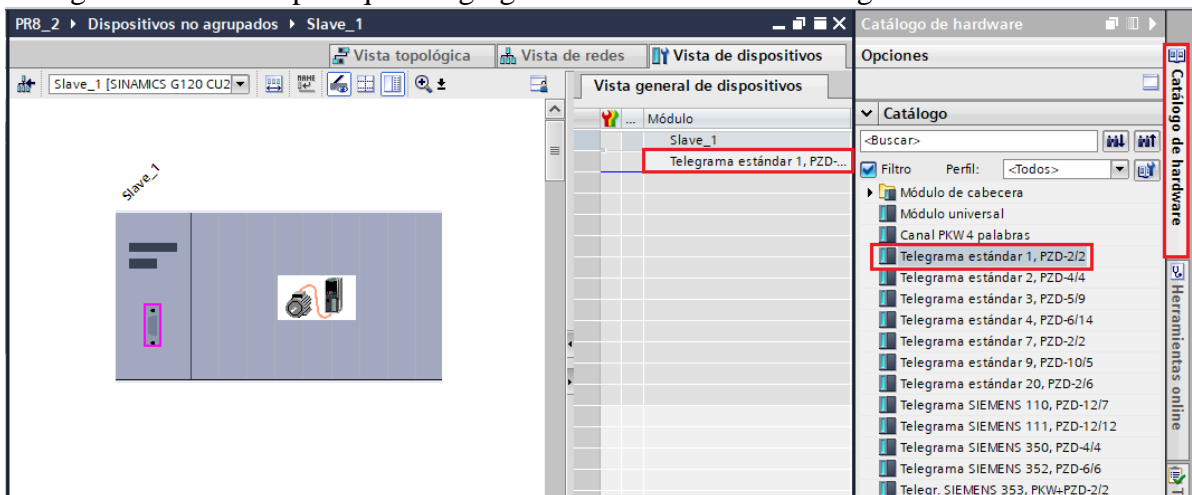

Figura 17. Agregar telegrama estándar 1, PZD 2/2.
(2) Luego de agregar el variador de frecuencia, se debe asignar el telegrama de comunicación (Telegrama 20), para lo cual se debe dar doble clic sobre el Variador de frecuencia y luego ubicarse en “Catálogo de Hardware”.
- Luego dar clic sobre “Catálogo” / “Telegrama estándar 1, PZD 2/2” (ver Figura 17).